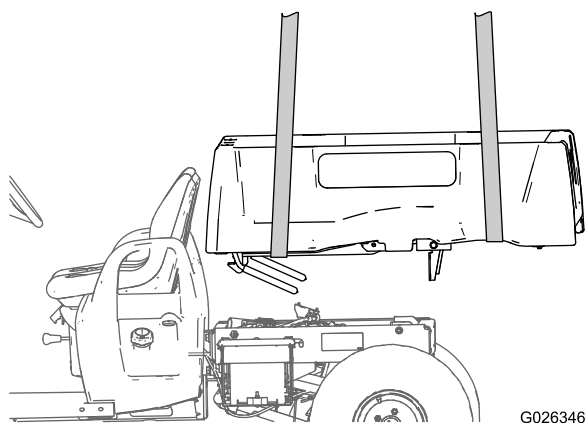

Рисунок 20
2. Используя подъемное оборудование, поднимите грузовой кузов и расположите его над рамой машины так, чтобы кронштейн шарнира в сборе был выровнен над задним швеллером рамы (Рисунок 20).